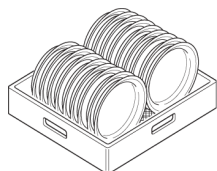

Fig.10
- 1- Ranger les assiettes en face avant. (Fig.10)